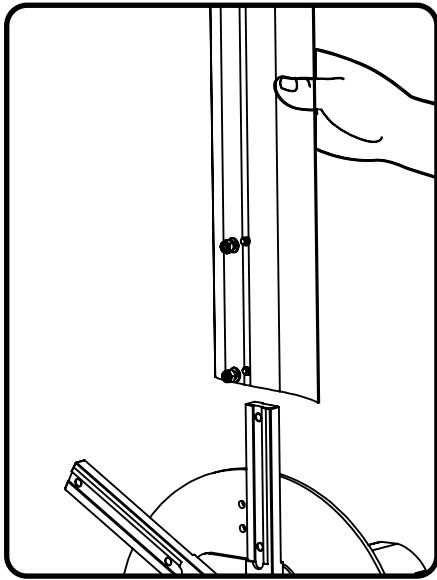
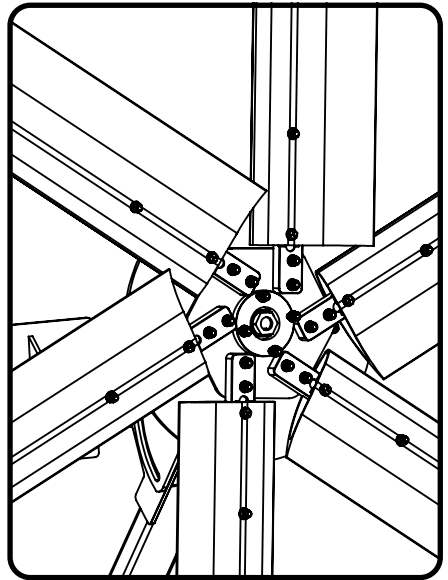

Fig. 8.1
Fig. 8.2
8.1 Instale las 6 aspas de aluminio (N/P: 0200303) del ventilador (Fig. 8.1), (estas son de posición única), en el centro hexagonal del ventilador (Fig. 8.2) empleando el kit de tornillería (02TOR07) kit #7, utilice una llave mixta de 7/16" y un dado de 7/16" con matraca o ratchet, apriete con un torque de 32.53 Nm (24 ft-lb). Como se muestra en las siguientes imágenes.